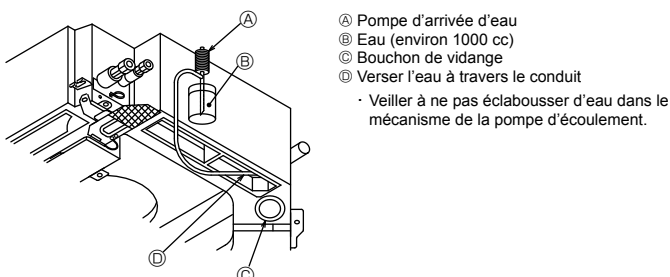

Fig. 6-2
6.3. Vérification de l'écoulement (Fig. 6-2)